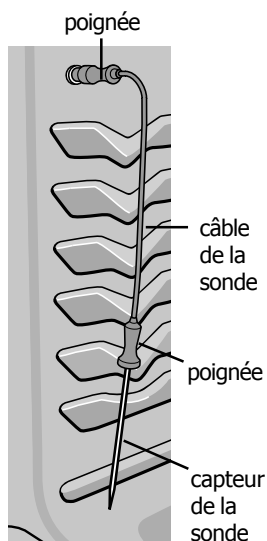

Fig. 1
- Lorsque vous retirez la sonde de la prise ou de l'aliment, retirez-la toujours en utilisant les poignées (fig. 1).